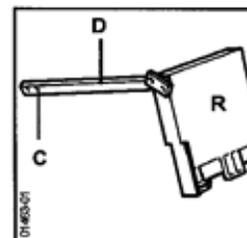

Fig. 3
Fixer le collecteur de départ (D) sur l'élément d'extrémité droit à l'aide d'une des plaques (A) (Fig. 3 et 4).